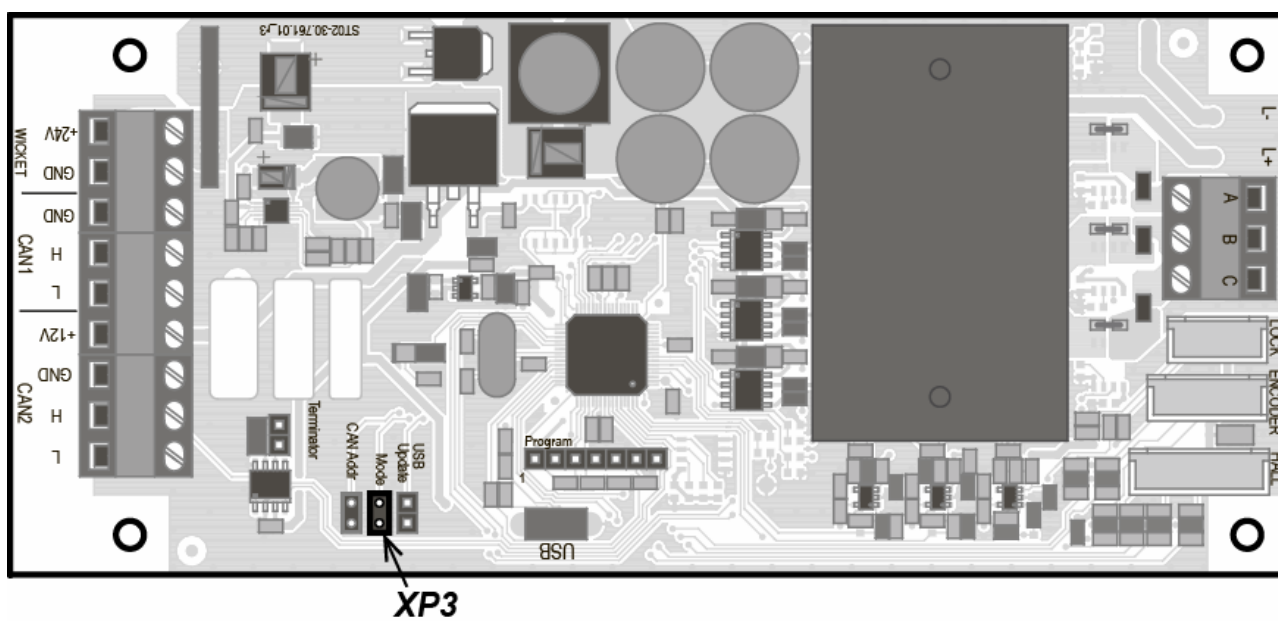

Рисунок 29. Плата электропривода
6. На плате электропривода для данной створки установите джампер из комплекта поставки на разъем **XP3 «Mode»** (см. рис. 29).